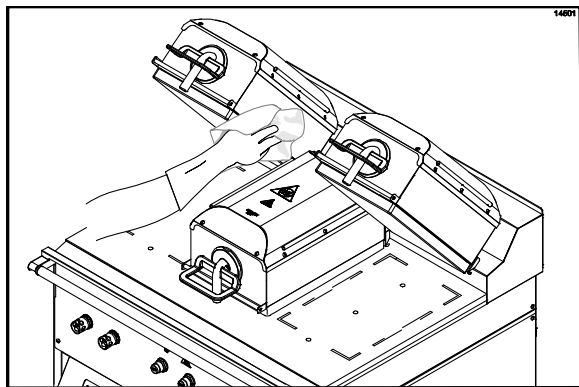

Рисунок 51
33. С помощью чистой тряпки, пропитанной в дезинфицирующем растворе, промойте внутренние стороны правой и левой верхних плит. (См. рис. 51)